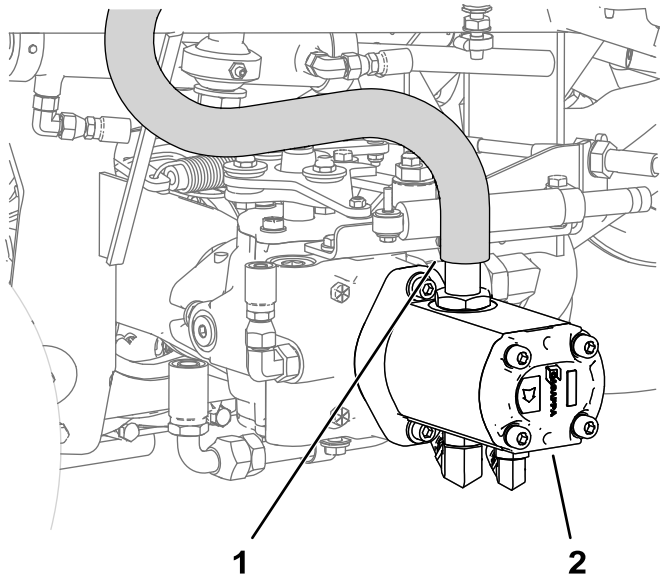

図 1
2. ポンプの吸い込み側のホースにクランプを掛け、ホースをポンプアセンブリに固定しているクランプを外す 図 1。